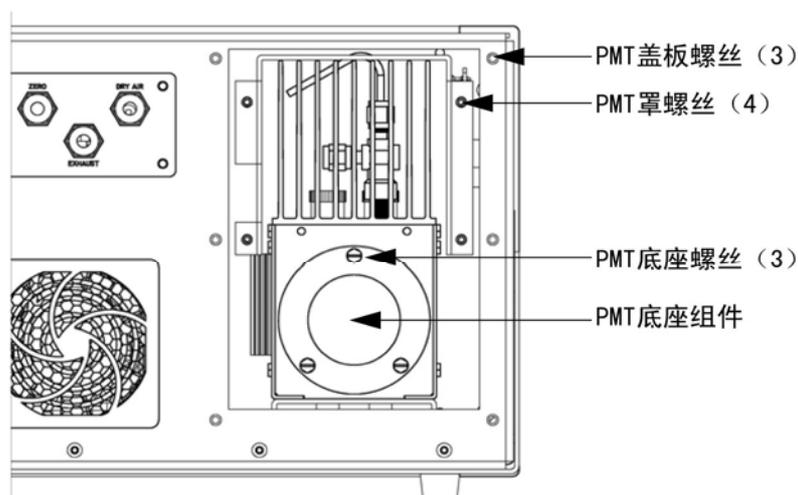

图 7-9 更换 PMT
3. 去除固定 PMT 盖板的 6 个外部螺丝并将 PMT 罩固定在隔板上的 4 个螺丝，并取下 PMT 盖板（图 7-9）。如果接了冷却器风扇，必要时拔掉风扇电力线。